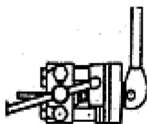

Fig. 4
- D. Selezionate il punzone in base alla **tabella**. Alcuni raccordi prevedono due operazioni di svasatura. Eseguite la prima operazione facendo slittare il punzone sull'attrezzo fino ad allinearli con la matrice. **(Fig. 4)**